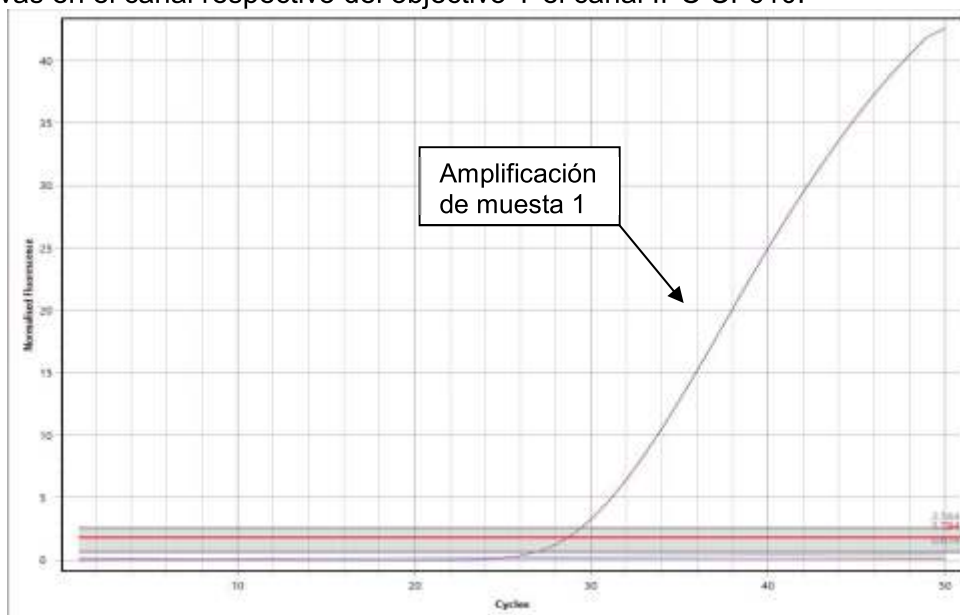

Figura 4: Muestra Positiva de ZDC en FAM/CF560/Q670
- Positivo (Figura 4 y Figura 6)